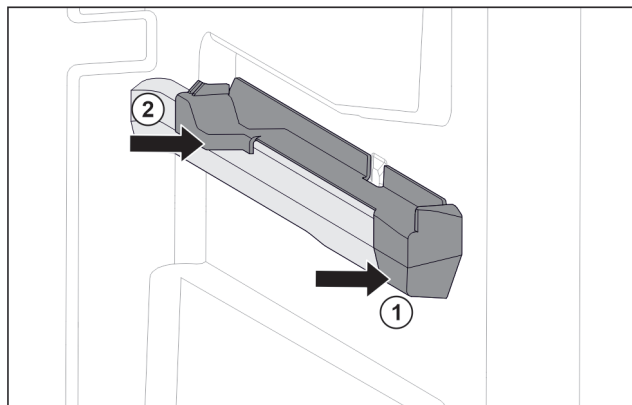

Fig. 151 Elemento inseribile sulla nervatura destra del contenitore
- Posizionare l'elemento inseribile sulla parte anteriore della nervatura del contenitore. Fig. 151 (1)
- Premere l'elemento inseribile sulla parte posteriore. Fig. 151 (2)